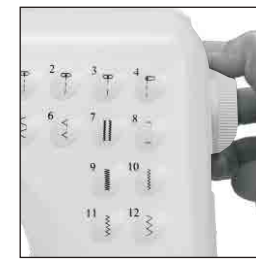

Fig.10
- 5.Cuando terminaste la costura, Apague el interruptor, Desconecte el adaptador,Gire la rueda de mano para elevar la aguja hasta el final, Levante el prensatelas,y luego quite suavemente la tela de la máquina de coser,y corte el hilo con el cortador de hilo (Fig. 10).